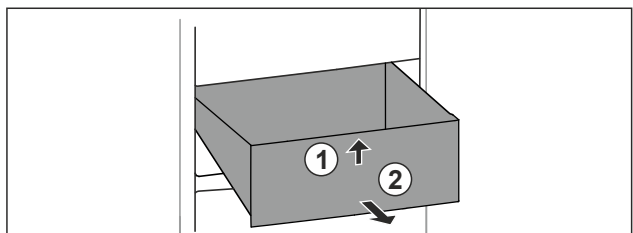

Fig. 136
- Predal spredaj dvignite. Fig. 136 (1)
- Predal vzemite ven v smeri naprej. Fig. 136 (2)